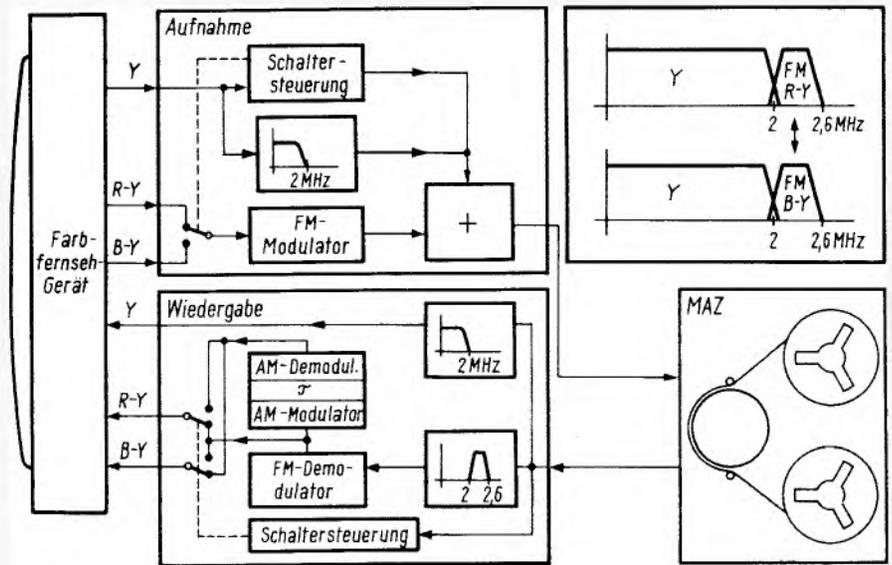

Bild 5. Prinzip einer Variante zu Bild 4. $Y + (R-Y) \leftrightarrow Y + (B-Y)$
1. Die Farbdifferenzsignale liegen oberhalb der höchsten Luminanzfrequenz. Bild 5 zeigt ein derartiges Verfahren. Bei der Aufnahme wird das Y-Signal über einen Tiefpaß mit 2 MHz Grenzfrequenz direkt auf das Bildbandgerät gegeben. Die Farbdifferenzsignale werden mittels eines elektronischen Schalters zeilenweise auf einen FM-Modulator gegeben, in den Bereich von etwa 2 MHz bis 2,6 MHz umgesetzt und über einen Adapter dem Y-Signal zugeetzt. Bei der Wiedergabe filtert man aus dem Signalgemisch des Bildbandgerätes zunächst in einem Tiefpaß von etwa 2 MHz Grenzfrequenz das Y-Signal wieder heraus und selektiert die Chrominanzinformation mit einem Bandpaß von 2 MHz bis 2,6 MHz. Im Anschluß an diesen Bandpaß erfolgt die FM-Demodulation. Die demodulierten Farbdifferenzsignale werden dann einmal direkt und einmal über eine Verzögerungsleitung τ auf einen elektronischen Umschalter gegeben, der durch eine synchronlaufende Steuerschaltung mit Kennimpulsen so gesteuert wird, daß bei Eintreffen eines (R - Y)-Signales das Signal auch tatsächlich an den (R - Y)-Anschluß des Fernsehempfängers gelangt. Das gleiche gilt für das (B - Y)-Signal. Auf diese Weise kommen neben den unverzögerten Y-Signalen teilweise verzögerte (R - Y)- bzw. (B - Y)-Signale simultan mit dem Y-Signal auf den Fernsehempfänger.